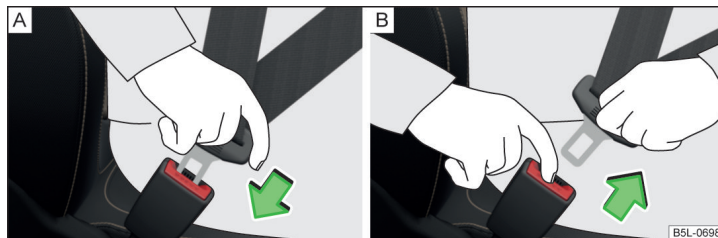

Fig. 19 Bouclage/débouclage des ceintures de sécurité
- Engagez la languette dans la boucle du siège correspondant » fig. 19 - [A] jusqu'à ce qu'elle s'enclenche de façon audible.
- Tenez la languette et appuyez sur le bouton rouge » fig. 19 - [B], la languette est éjectée.